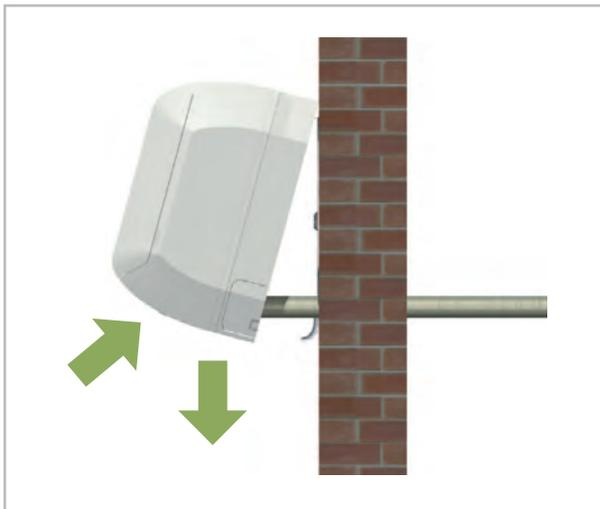

Abb. 28: Waagerechte Ausrichtung
5. ▶ Überprüfen Sie nochmals die waagerechte Ausrichtung des Gerätes. (Abb. 28)